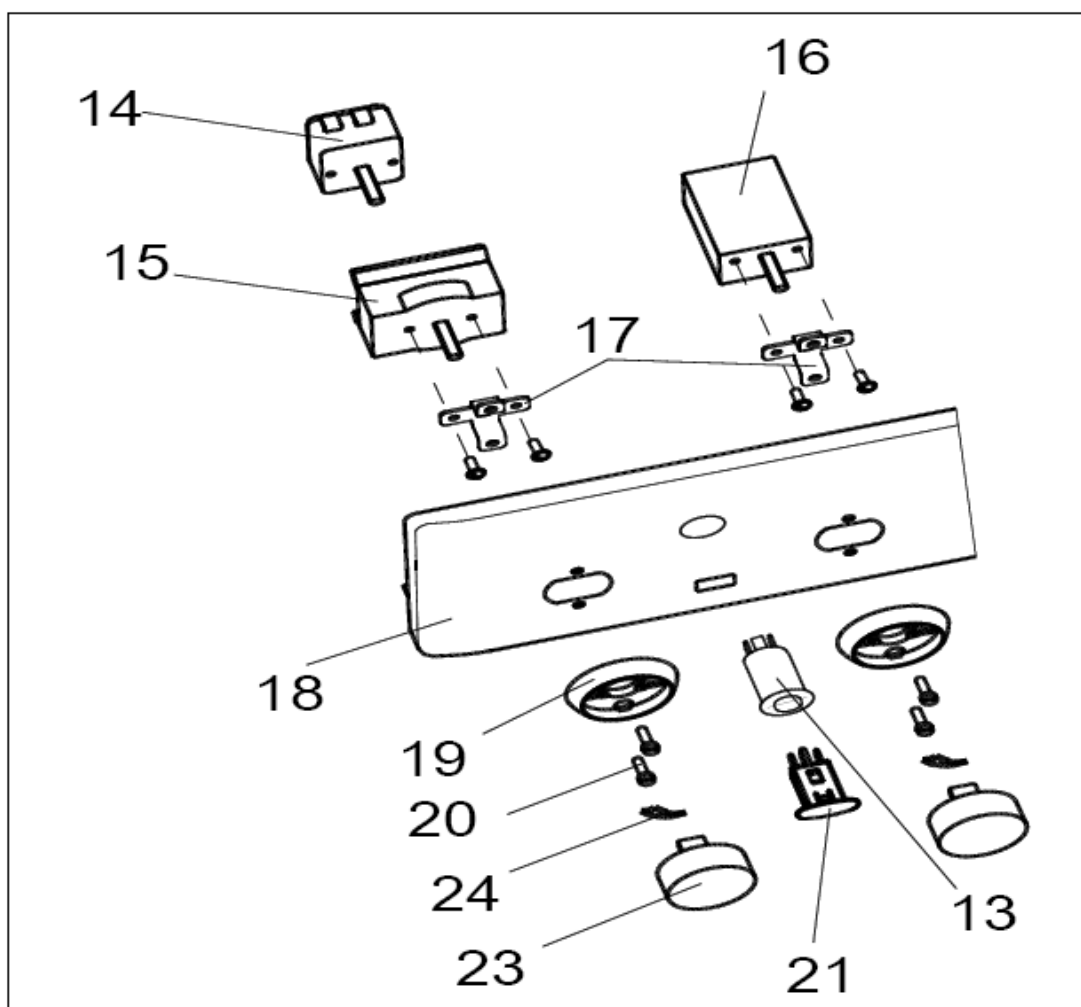

Рисунок 6 - Замена терморегулятора и переключателей мощности
- снять терморегулятор (14) (рис. 6), потянув его от переключателя мощности;
- снять рукоятку (23) с пружиной (24) (см. рис. 6);
- отвинтить винты (20) – 2 шт. и снять кольцо (19), при этом другой рукой аккуратно придерживать переключатель мощности (15) со скобой (17);
- отвинтить винты, крепящие скобу – 2 шт. и снять переключатель мощности (15) и терморегулятор (14);
- переключатели мощности конфорок (16) демонтируются аналогично;